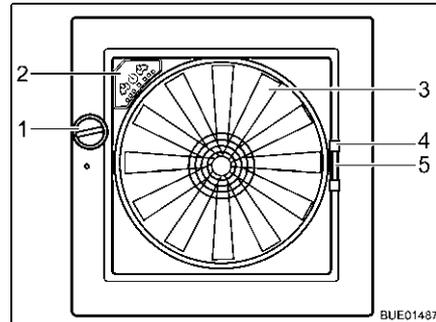

Fig. 95 Oblò Omni-Vent
- Apertura:** ■ Ruotare la manopola (Fig. 95,1), finché non si raggiunge l'angolo di apertura desiderato.
- Chiusura:** ■ Ruotare la manopola (Fig. 95,1), finché l'oblò non è completamente chiuso.
- Chiusura:** ■ Tirare la zanzariera per l'impugnatura (Fig. 95,4) verso il lato opposto del telaio.
- Chiusura:** ■ Serrare la maniglia (Fig. 95,5) dell'oscurante.
Se l'oblò è aperto, la zona interna può essere sfiata con il ventilatore a 6 stadi (Fig. 95,3). Il ventilatore si controlla dal quadro di comando (Fig. 95,2).